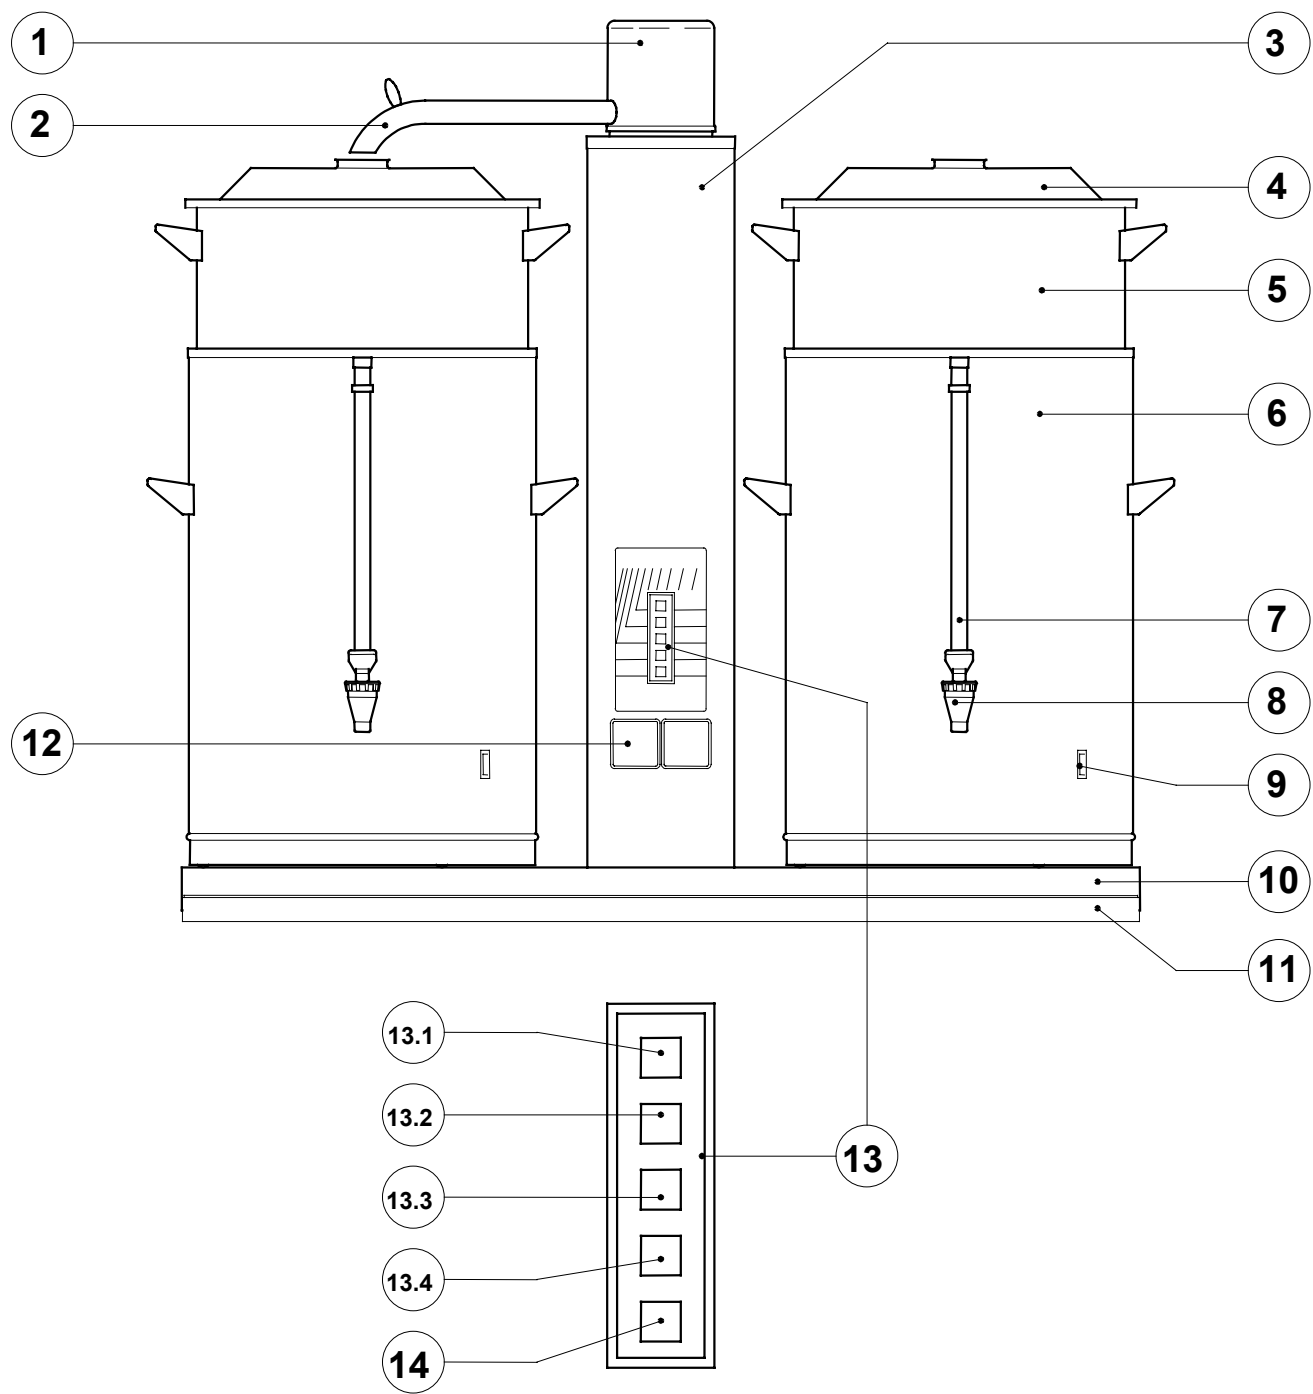
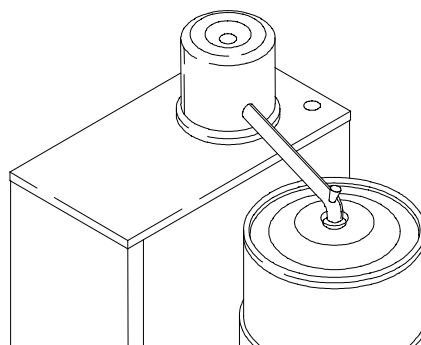

Fig. 1
Fig. 3
- Plaats de containers (nr. 6, fig.1) met daarop de filtereenheden (nr.4 en 5, fig.1) naast de zuil en steek de stekkers in de stopkontakten (nr.12, fig.1) van de zuil.
- Zet de stuurkopuitloop (nr. 2, fig.1) in de juiste positie boven de opening in het sproeideksel, zie fig. 3.
- Druk hiervoor de keuzetoets voor de grootste hoeveelheid in (nr.13.1 fig.1). Het lampje in de keuzetoets gaat branden. De container wordt nu gevuld met heet water. Als het programma klaar is, dooft het lampje in de keuzetoets.
1. Steek de stekkers van de containers in de stopkontakten (12, fig. 1) van de zuil.
2. Schakel de containerverwarming in met de schakelaar (nr. 8, fig. 1). Het lampje in de schakelaar gaat branden.
3. Neem het deksel van de filterpan (nr. 4 + 5, fig. 1), plaats er een papieren filter in en maak dit enigszins vochtig.
6. Draai de uitloop (nr. 2, fig. 1) van de stuurkop (nr. 1, fig. 1) boven de opening in het sproeideksel. (Zie fig. 3).
7. Druk op de keuzetoets (nr. 13.1 t/m 13.4, fig. 1) voor de gewenste hoeveelheid koffie. Het lampje in deze toets gaat nu branden en de machine begint met het zetten van de koffie.